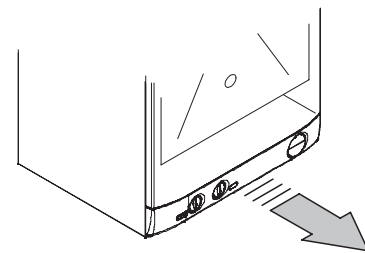

Figura 4.10
- Estrarre frontalmente il pannello comandi per accedere alla morsetteria di alimentazione (Figura 4.10).